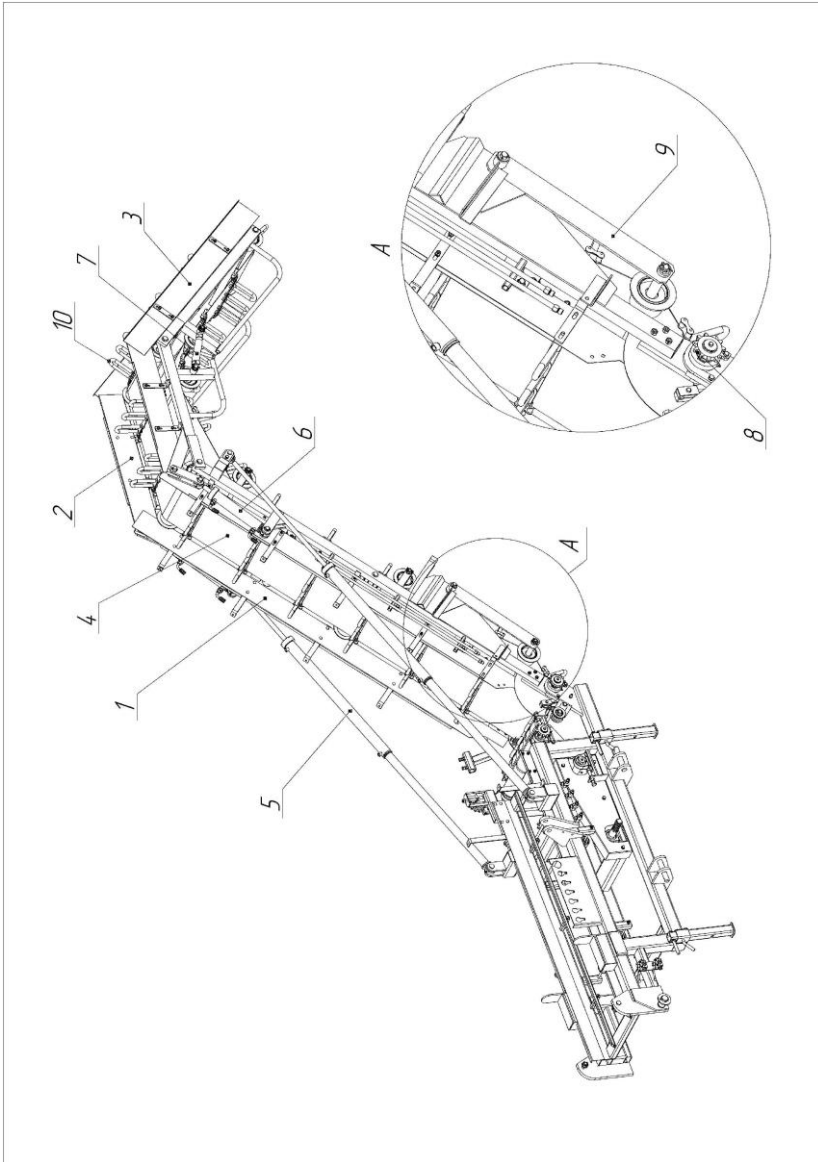

Рисунок 4 – Транспортер выгрузной
3.4 Погрузочный транспортёр (рисунок 4) представляет собой ленточный конвейер, состоящий из трёх секций – нижней поз.1, средней поз.2 и крайней поз.3, соединённых последовательно в шарнирных узлах. Рабочий орган транспортёра представляет собой единую конвейерную ленту на ремнях поз.4 с планчатыми захватами поз.10. Натяжение транспортёра осуществляется специальным устройством поз. 9 при помощи двух пружин. Управление положением нижней и средней частей осуществляется от гидросистемы трактора при помощи двух пар гидроцилиндров 5 и 6. Положение крайней части регулируется вручную тарпелом поз. 7. Управлять положением транспортёра следует плавно без рывков.